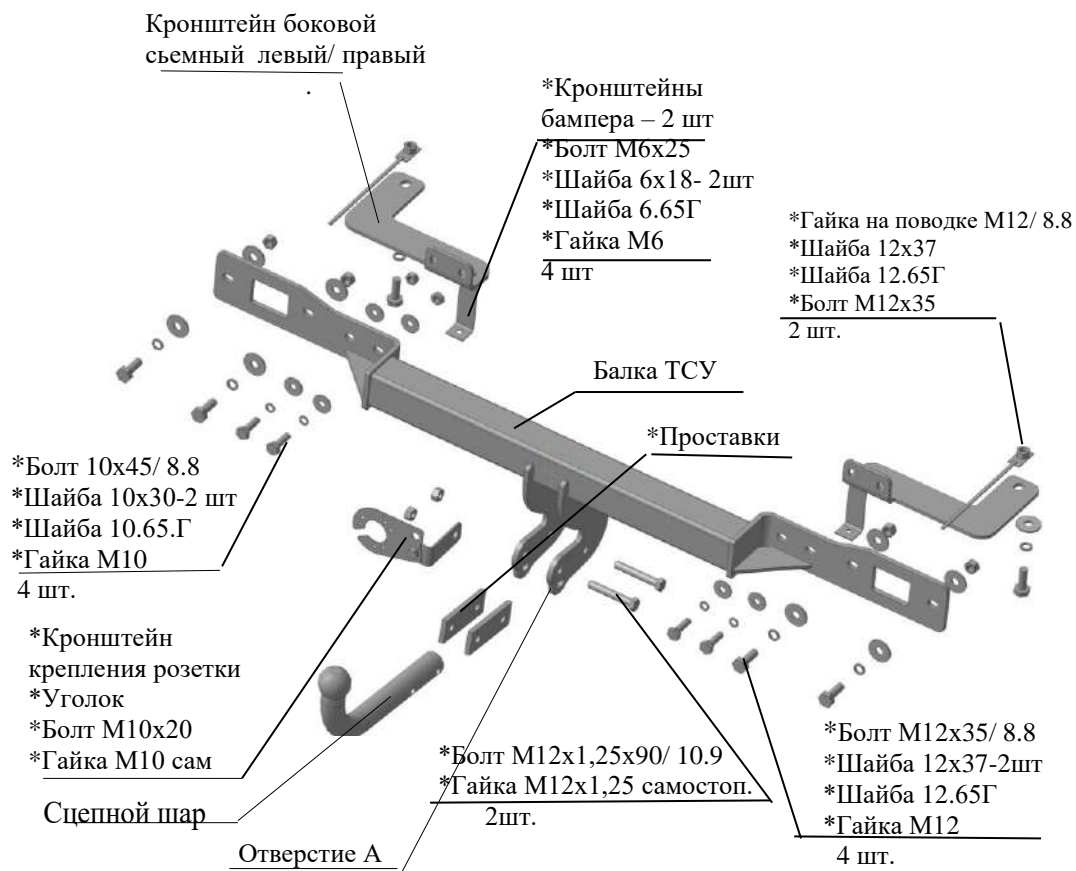

Рис.1 Тягово-сцепное устройство ТСУ 8021.
2.1 ТСУ 8021 в сборе (рис.1)	1 шт.
2.2 Пакет с комплектующими (см. рис.1) Защитный колпак	1 шт. 1 шт.
- 4.3 Закрепить боковые съемные кронштейны ТСУ (левый и правый соответственно рис.1) к нижним полкам лонжеронов а/м болтами М12х35 и гайками М12 на поводке, под головки болтов подложить шайбы 12.65Г и шайбы 12х37. Крепеж не затягивать.
4.8 Установить кронштейны бампера на ТСУ, установить бампер, закрепив кронштейны и бампер к ним крепежом, соответственно рис.1.
4.9 Закрепить сцепной шар и кронштейн крепления розетки (предварительно собрав его как показано на рис.1) к кронштейнам шара болтами М12х1,25х90 и гайками М12х1,25 самостоп., вставив между шаром и кронштейнами проставки.